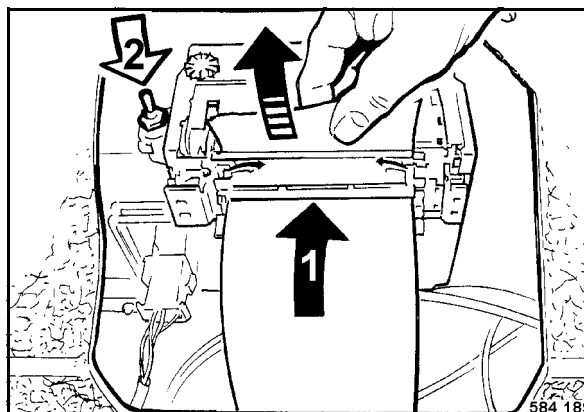

Fig. 133
- Colocar un nuevo rollo de papel (Fig. 133).
- Insertar el papel en el alojamiento (1) en la impresora.
- Accionar la tecla basculante (2) en el sentido de la flecha hasta el papel sale del mecanismo de impresión.